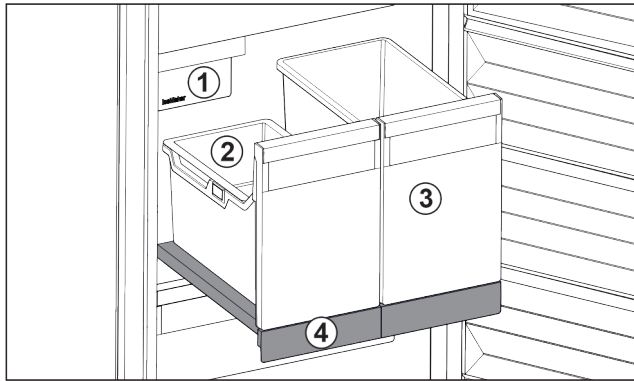

Fig. 99 Uitschuifplateau met IceTower
Op het uitschuifplateau bevinden zich twee hoge bakken (IceTower). In de bak Fig. 99 (2) worden ijsblokjes uit de IceMaker verzameld en bewaard. Bak Fig. 99 (3) is geschikt voor het bewaren van hoge levensmiddelen zoals pizza's of alcoholische dranken.